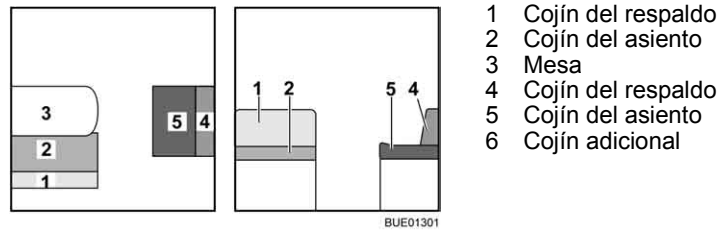

Fig. 124 Antes de la transformación
- Transformar la mesa (Fig. 124,3) en base de cama (véase apartado 6.10).
- Quitar el cojín del respaldo (Fig. 124,1) y ponerlo a un lado.